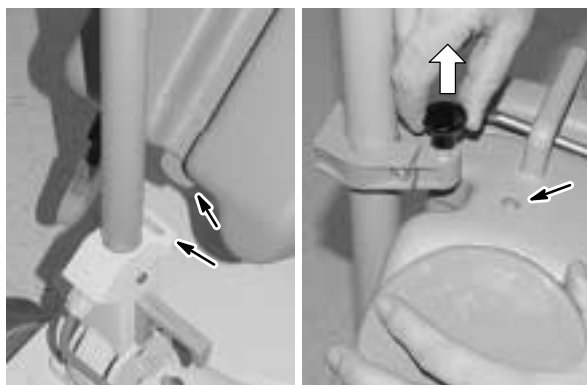

FIG. 3
2. Sett hakene i bunnen av væsketanken inn i sporene på tankstøtten nær bunnen av håndtaket, slik iguren viser. Sikre toppen av tanken med den øvre braketten, slik som vist. Trekk til skruene som holder den øvre braketten (figure 3).